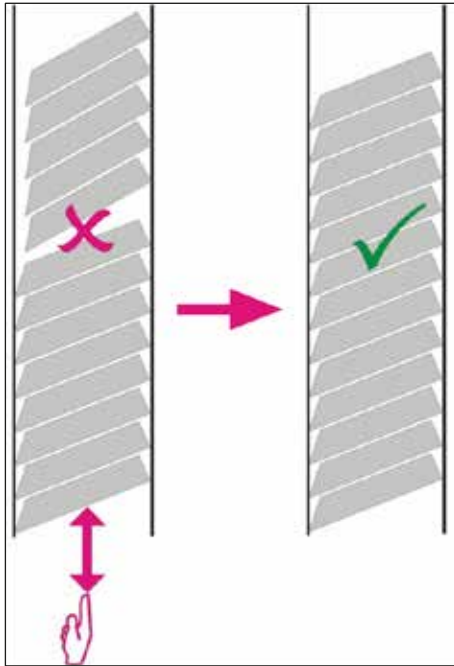

Abb. 29
- ✓ Danach sollten sie richtig im Magazin liegen (→ "Abb. 29").
- Wenn gestapelte Kassetten eingesetzt werden, muss sichergestellt sein, dass sich der neu eingelegte Stapel präzise an die zuvor eingesetzten Kassetten anschließt (→ "Abb. 29").